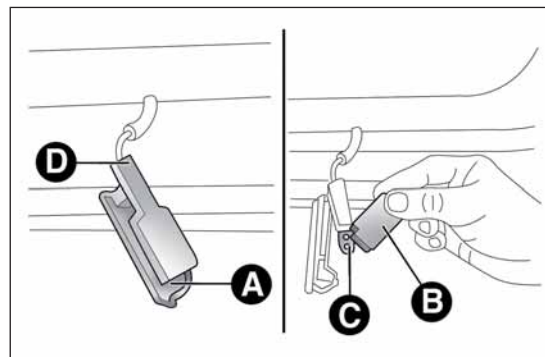

fig. 149
- apri la porta ed estrai la plafoniera spingendo con un cacciavite sulla molletta A fig. 149;
- ❑ premi lateralmente sulla protezione B fig. 149 in corrispondenza dei due perni di fissaggio e sostituisci la lampada C;